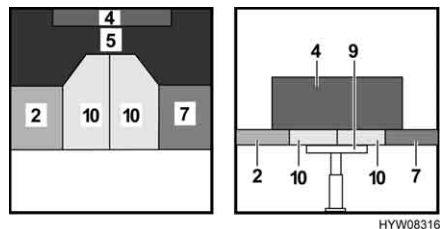

Fig. 64 Dopo la trasformazione
- Posizionare i cuscini aggiuntivi (Fig. 64, 10) tra i cuscini del divano (Fig. 64, 2 e 7) e il tavolo (Fig. 64, 9).